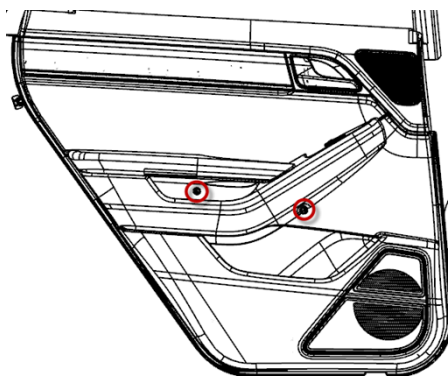

图 9-1-4 左后门螺钉拆卸示意图
(2) 如图9-1-4，用十字螺丝刀将圆圈处的螺钉拆下（2个）。